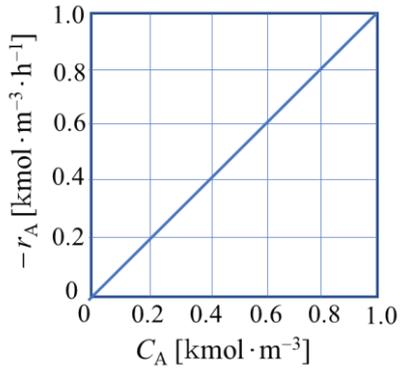

图 5-3
III) C_A に対する反応速度 $-r_A$ の関係が図 5-3 で示される反応を、連続槽型反応器 (CSTR) を用いて定常運転する . 原料は体積流量 $v = 3.60 \text{ m}^3 \cdot \text{h}^{-1}$ で反応器に供給される . 原料中の A と B の濃度はともに $C_{A0} = C_{B0} = 1.00 \text{ kmol} \cdot \text{m}^{-3}$, また、生成物 C は原料に含まれない . 以下の①~③について答えなさい .
① CSTR を 1 槽用いて反応操作を行うと反応率 (転化率) は 0.40 となった . このときの CSTR の空間時間 τ は h , 体積 V は m^3 である . 答えの数値を、解答用紙の該当欄に記入しなさい .